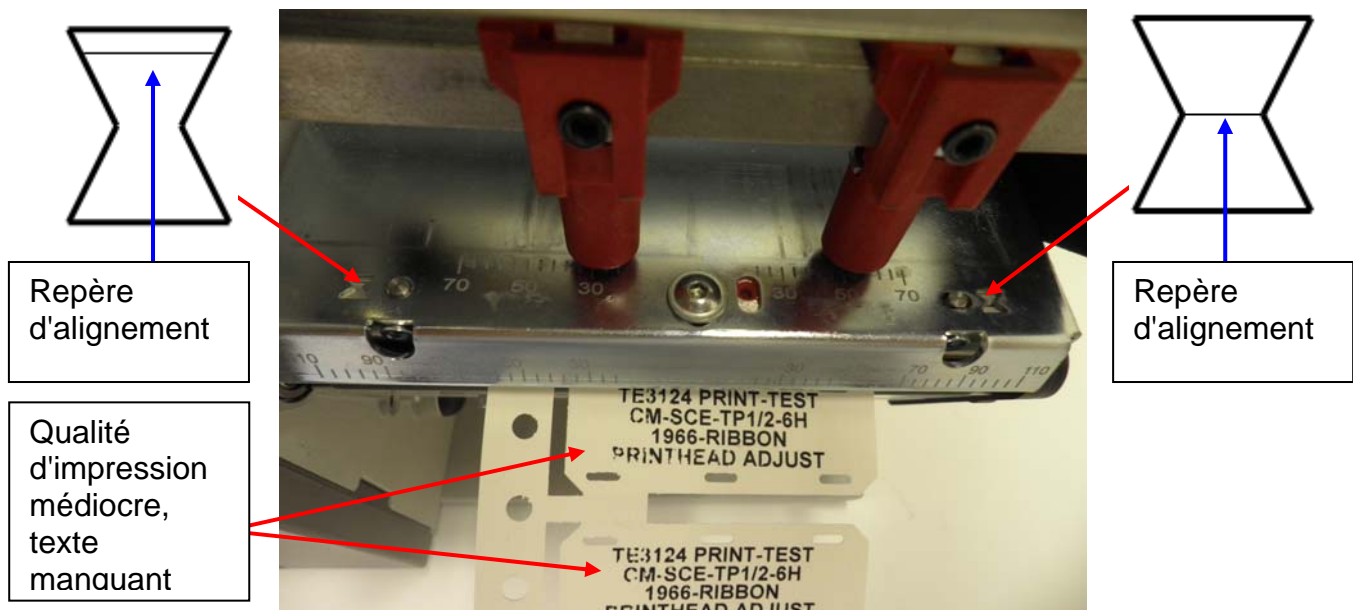

Figure 4. Exemple d'impression nécessitant un alignement de la tête d'impression de l'imprimante
**3.2.** La figure 4 montre un mauvais alignement de la tête d'impression qui entraîne une qualité d'impression médiocre (déséquilibre, comme en témoignent les repères d'alignement à des emplacements **DIFFÉRENTS**).